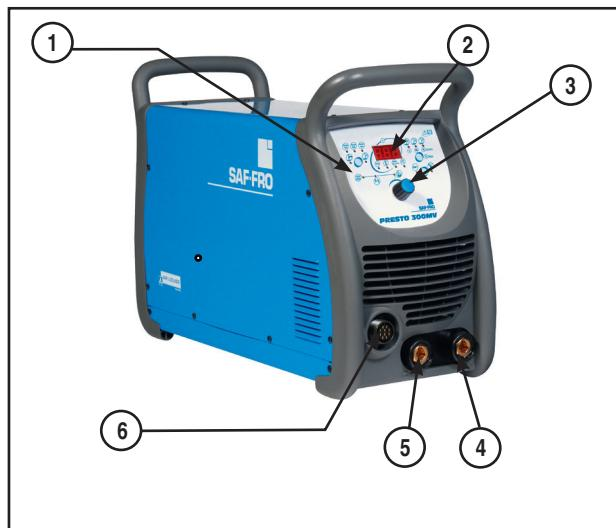

Fig. 2
- a. Pour le soudage à électrode enrobée DCEP (courant continu, électrode au pôle positif), connecter le câble du porte-électrodes à la borne positive du poste à souder (Réf. 4 – Fig. 2).
- b. Pour le soudage à électrode enrobée DCEN (courant continu, électrode au pôle négatif), connecter le câble de travail à la borne négative du poste à souder (Réf. 5 – Fig. 2) et à la prise de terre à proximité de la zone de soudage.
13. Pour utiliser la télécommande : brancher le connecteur de la télécommande à la prise 10 broches du panneau frontal (Réf. 6 – Fig. 2) et l'activer avec la touche (Réf. 13 – Fig. 8). Dans cet état, le courant peut être réglé indépendamment du paramétrage du poste, mais il faut faire attention : le courant max de soudage par télécommande dépend de la valeur de consigne réglée sur le panneau frontal à l'aide du commutateur rotatif (Réf. 3 – Fig. 8).
4. Connecter le câble de travail à la borne positive de sortie (Réf. 4 – Fig. 2) et à la prise de terre à proximité de la zone de soudage.
5. Connecter le câble de la torche à la borne négative de sortie (Réf. 5 – Fig. 2) et disposer l'électrode adaptée et la buse de gaz sur la torche (vérifier l'état de l'électrode infusible).
12. Pour utiliser la télécommande : brancher le connecteur de la télécommande à la prise 10 broches du panneau frontal (Réf. 6 – Fig. 2) et l'activer avec la touche (Réf. 13 – Fig. 8). Dans cet état, le courant peut être réglé indépendamment du réglage du poste, mais il faut faire attention : le courant max de soudage par télécommande dépend de la valeur de consigne choisie sur le panneau frontal à l'aide du commutateur rotatif (Réf. 3 – Fig. 8).